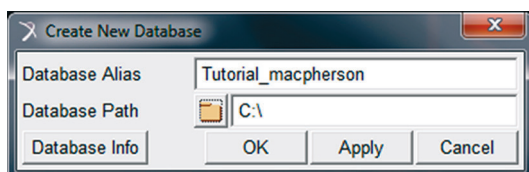

Figura 4.4 – Criação do diretório de trabalho.
- Na caixa de diálogo *Create New Database*, preencha o campo *Database Alias* com o nome do diretório de trabalho, e, no campo *Database Path*, informe o caminho desse diretório (Figura 4.4).